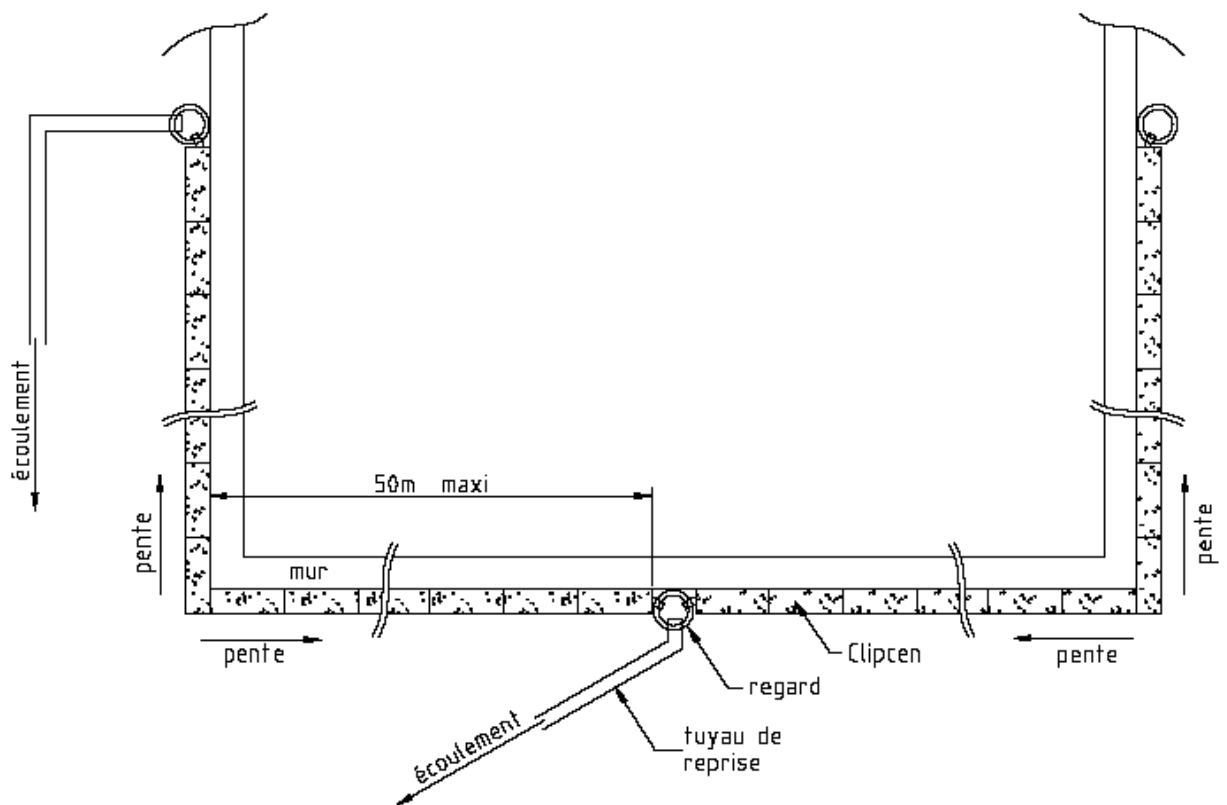

Figure 8 : Réseaux CLIPCEN longueurs maximum exemple d'implantation
- de prévoir une évacuation de l'eau drainée vers un collecteur tous les 50 mètres, (voir figure 8)